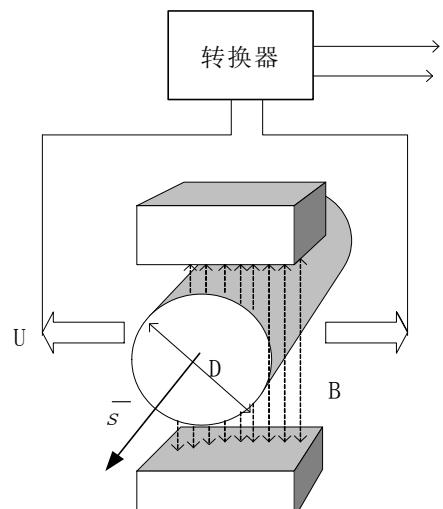

图 1.1 电磁流量计工作原理
在图 1-1 中, 当导电流体以平均流速  $V$  ( $m/s$ ) 通过装有一对测量电极的一根内径为  $D$  ( $m$ ) 的绝缘管子流动时, 并且该管子处于一个均匀的磁感应强度为  $B$  ( $T$ ) 的磁场中。那么, 在一对电极上就会感应出垂直于磁场方和流动方向的电动势 ( $E$ )。由电磁感应定律可写做 (1) 式: